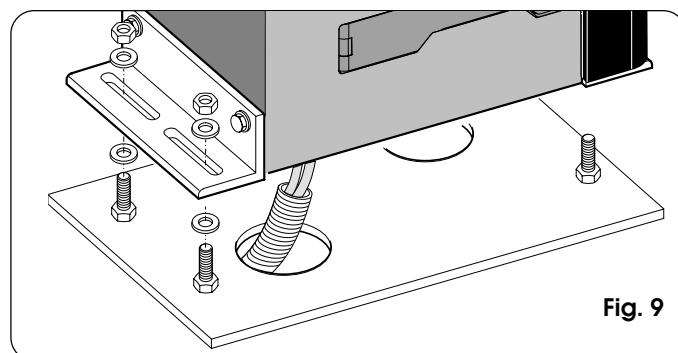

Fig. 9
- Placer l'opérateur sur la plaque en utilisant les rondelles et les écrous fournis d'après la Fig.9.